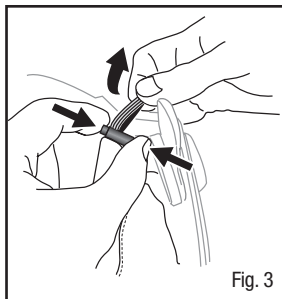

Fig. 3
- a. Tirer vers le bas sur la boucle située sur la surface extérieure de la membrane d'étanchéité faciale pour s'assurer que celle-ci est bien appuyée sous le menton. S'assurer que l'écran interne est complètement abaissé et qu'il couvre le visage. La pièce faciale doit être de niveau sur la tête et la membrane d'étanchéité faciale légèrement serrée sur le visage. Si la membrane d'étanchéité faciale semble lâche ou comporte des espaces, la resserrer à l'aide des cordons de serrage et des pinces de barillet situés près des tempes (Fig. 3) pour éliminer les espaces. Retirer la pièce faciale pour faciliter la procédure. Le tissu doux semblable au coton qui recouvre le bord de la membrane d'étanchéité faciale doit entrer en contact avec la peau tout autour de la membrane.